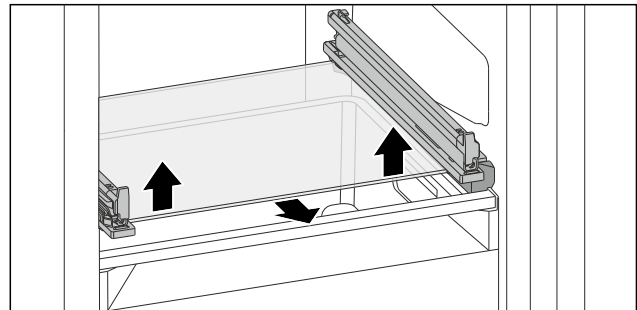

Fig. 202 Glasplatte des abklippbaren Schubfachs
- ▶ Glasplatte von unten beidseitig nach oben drücken. (siehe Fig. 202)